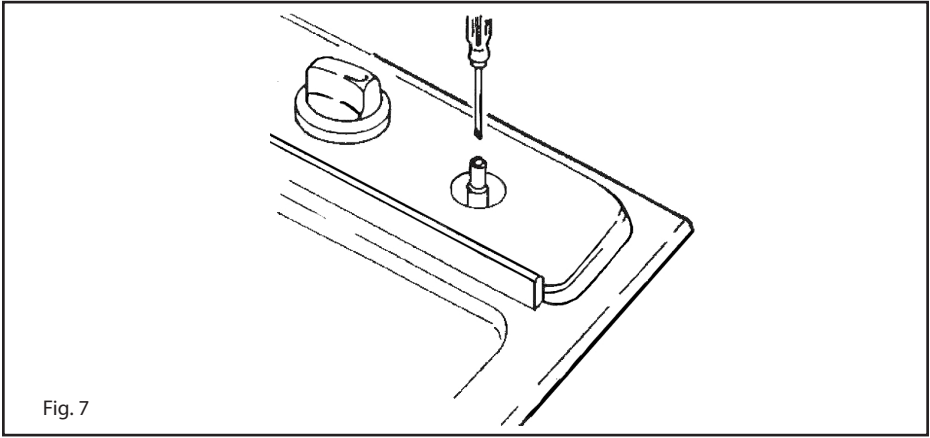

Fig. 7
- para la regulación del mínimo, usar un destornillador apropiado en el tornillo puesto sobre el llave (Fig.7) después de averlo girado en la posición de mínimo. Para GPL (Butano / propano) atornillar a fondo.